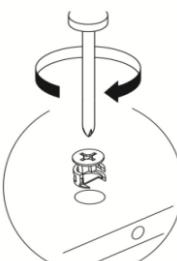
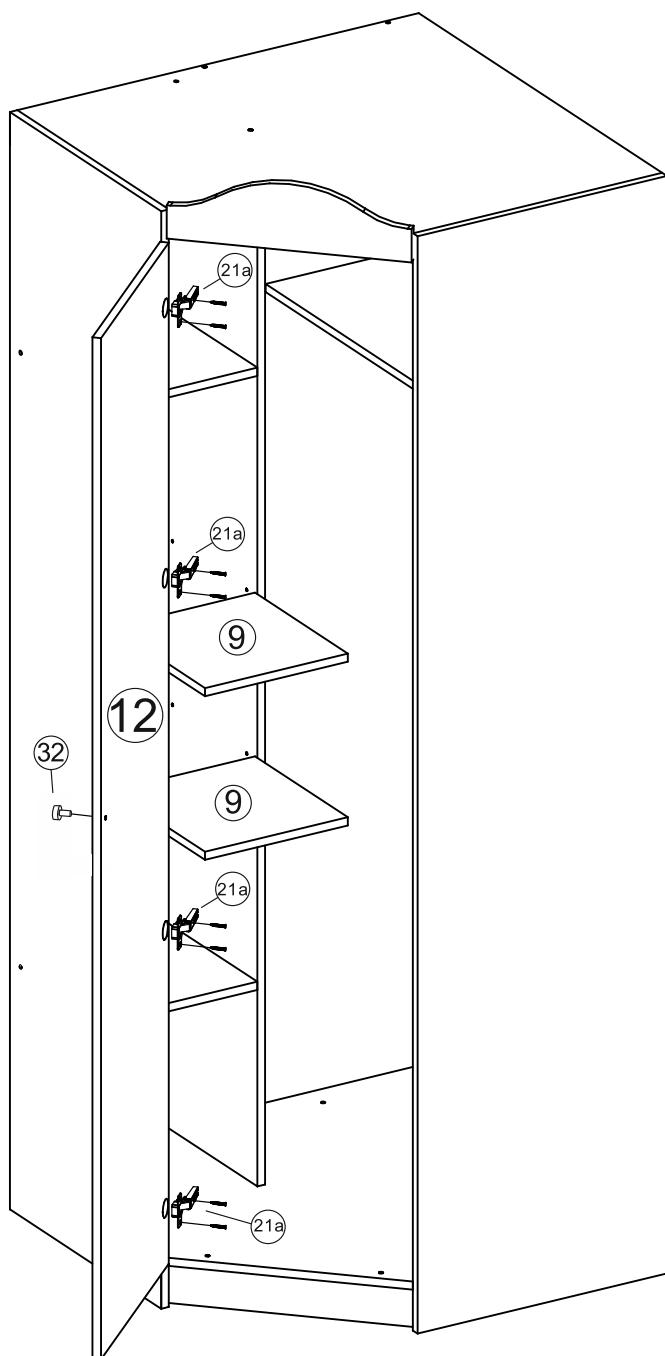

Рис.8 Окончательная сборка
Рис.9 - Монтаж Карниза на крышу
12. В отверстия на Фасаде(12) установите чашки петель(21), выровняйте петлю и зафиксируйте при помощи саморезов 3,5x16мм(27) (см. рис.8 и 11). Навесьте фасад на корпус и отрегулируйте его положение по схеме в табл. «Регулировка петель».
13. Закрепите ручку (32) на Фасаде(12) при помощи винтов для ручки.
14. Установите Карниз(13) на Крышу(5)(рис.9). Для этого по разметке (верхние наколки) закрепите на Карнизе(13) уголки(35) при помощи саморезов 3,5x16мм(27). Выровняйте карниз относительно Фасада(12) и закрепите на Крыше(5) при помощи саморезов 3,5x16мм(27).
15. В отверстия на Боковине(1) и перегородке(4) вставьте полкодержатели(28) и уложите Полки(9).
16. На Боковине(2) и Задней стенке(3) разметьте места для крепления штангодержателей(26) и зафиксируйте их при помощи саморезов 3,5x16мм(27). Уложите штангу(33).
19. В обязательном порядке закрепите изделие к стене через угловые навесы (36), с помощью дюбель-гвоздей (дюбель-гвозди в комплект не входят).